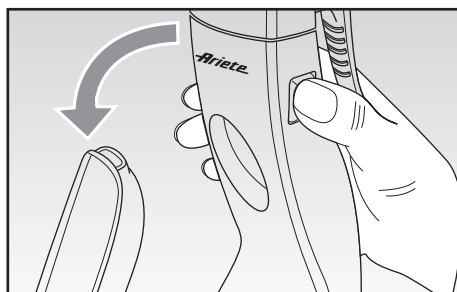

Fig. 3
- Tenendo fermo il manico del corpo dell'apparecchio (M), premere il pulsante di sbloccaggio (A) ed estrarre l'aspiratore portatile completo di cavo elettrico (Fig. 3).